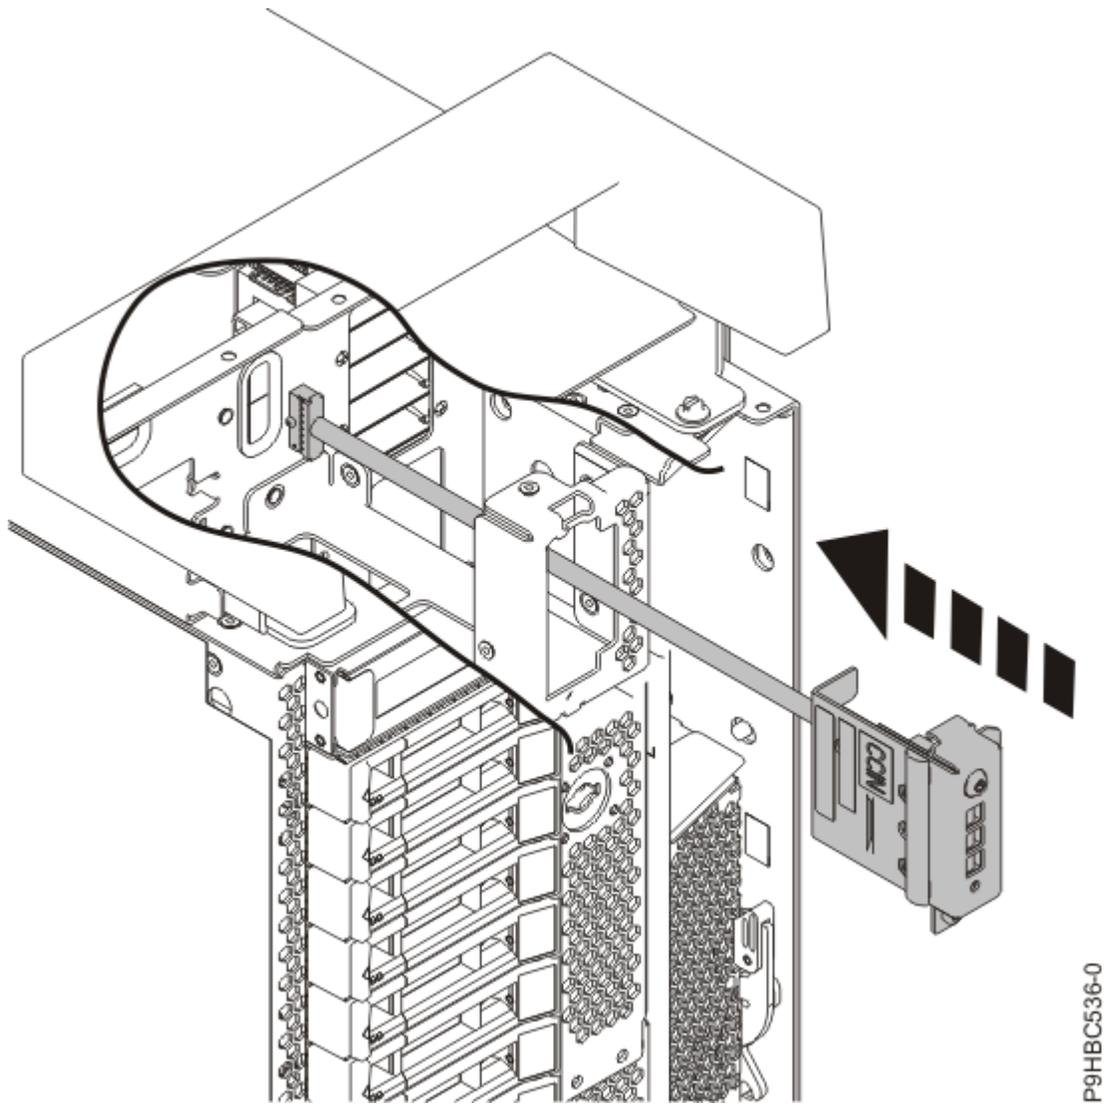
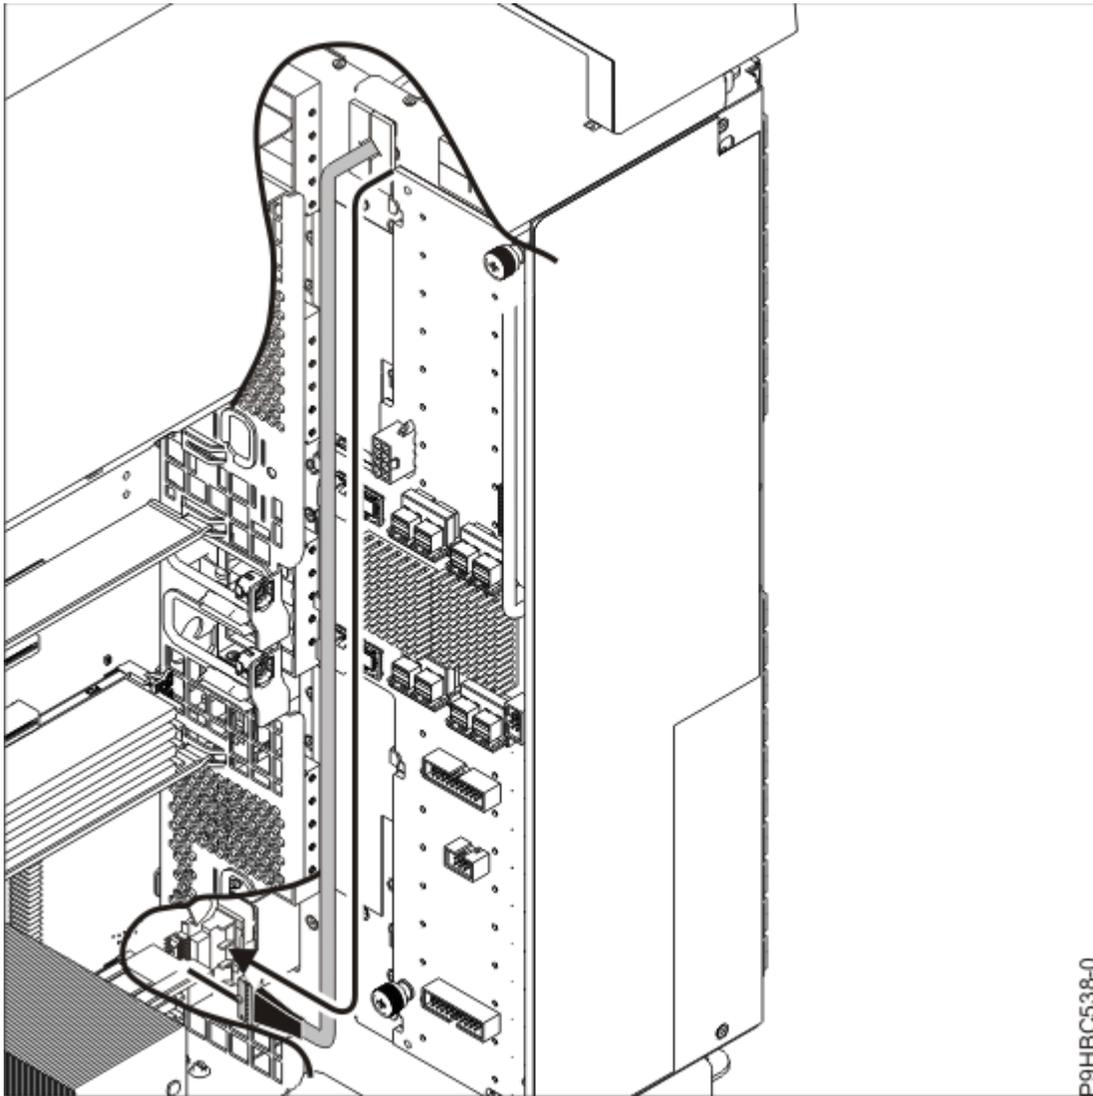

Abbildung 76. Steuerkonsole und Kabel bei einem Standalone-System einsetzen
Abbildung 77. Steuerkonsolenkabelpfad bei einem Standalone-System
4. Setzen Sie bei einem Standalone-System die Steuerkonsole und das Kabel in das System ein (siehe Abbildung 76 auf Seite 81 und Abbildung 77 auf Seite 82).